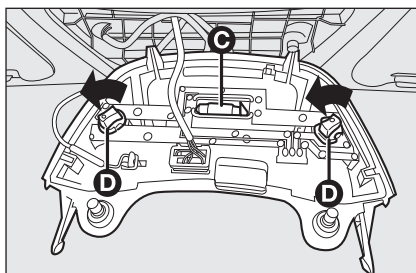

fig. 35
- sostituire la lampada centrale **C** -fig. 35 svincolandola dai contatti laterali accertandosi che la nuova lampada risulti correttamente bloccata tra i contatti; sostituire le lampade laterali **D**-fig. 35 ruotando in senso antiorario i due portalam-pada ed estraendo le lampade montate a pressione.